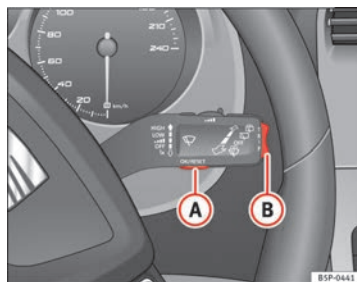
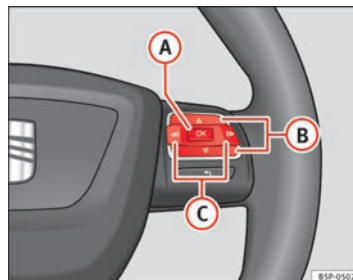

Fig. 45 Levier d'essuie-glace : la touche A sert à confirmer les options du menu et la commande à bascule B permet de changer de menu
Fig. 46 Commandes au volant : la touche A sert à confirmer les options du menu et la touche B permet de changer de menu
- Pour accéder au menu « Configuration », appuyez sur la touche **(C)** ⇒ fig. 46 jusqu'à ce qu'il apparaisse à l'écran. Vous vous trouvez maintenant dans ce menu.
- Pour passer d'une mémoire à l'autre, appuyez brièvement sur la touche **A** → fig. 45 → page 71 du levier d'essuie-glace ou sur la touche **OK** du volant multifonction → fig. 46 → page 71 lorsque vous avez mis le contact d'allumage. ▶
Vous pouvez consulter sur l'indicateur multifonction les données suivantes en actionnant la commande à bascule **(B)** ⇒ **fig. 45** ⇒ page 71 du levier d'essuie-glace ou en appuyant sur la touche **(A)** ou **(V)** ⇒ **fig. 46** du volant multifonction*.
- Appuyez sur la touche **(B)** ou **(V)** du volant multifonction* ⇒ fig. 46 jusqu'à ce que le menu **État du véhicule** s'affiche.